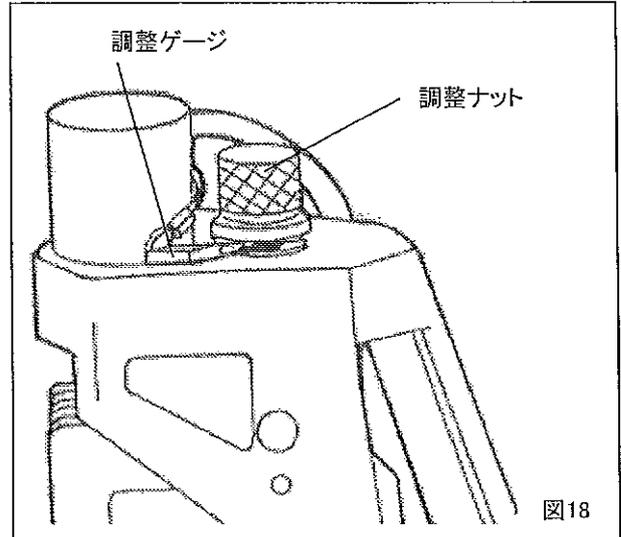

図18
⑤加工するパイプサイズの調整ゲージを調整ナットの下に差込む。(図18)
⑥調整ナットを調整ゲージに軽く当たるまで右方向に、回す。
⑦調整ゲージを抜く。
⑧スイッチを【ON】(918/300はフットスイッチを踏む)にし、本機を動かす。
⑨調整ナットの隙間がなくなるまで、送りハンドルを上下させてグルーブロールを前進させる。
⑩調整ナットの隙間がなくなった時点で、パイプを2回転させて仕上げ加工する。
⑪スイッチを【OFF】(918/300はフットスイッチを放す)にし、本機を停止する。
⑫リターンレバーを緩めて、グルーブロールを上げパイプを取外す。
⑬溝加工部に周長テープの表面を巻いて溝周長を測定する。